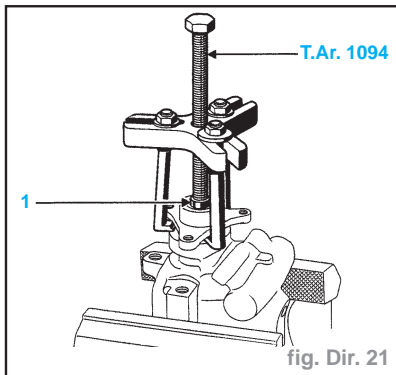

fig. Dir. 21
- Mettre en place l'outil **T.Ar. 1094** et extraire le moyeu (fig. Dir. 21).